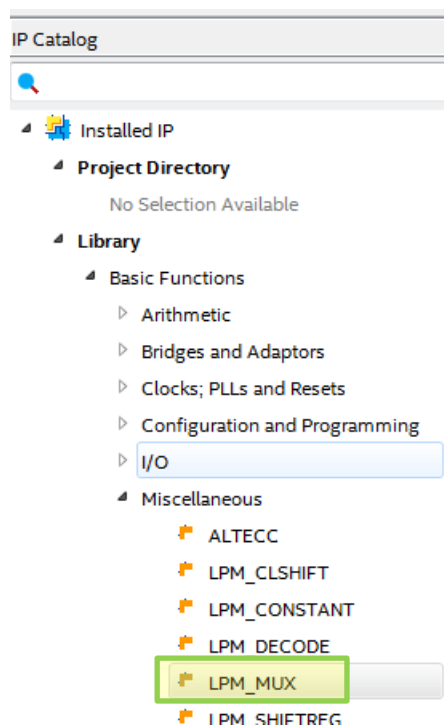

Рис. 9 Окно **IP Catalog**
3.9. В окне **IP Catalog** в разделе **Library->Basic Functions->Miscellaneous** выберите мегафункцию **LPM\_MUX** (рис. 9) и нажмите кнопку «**+ADD**».